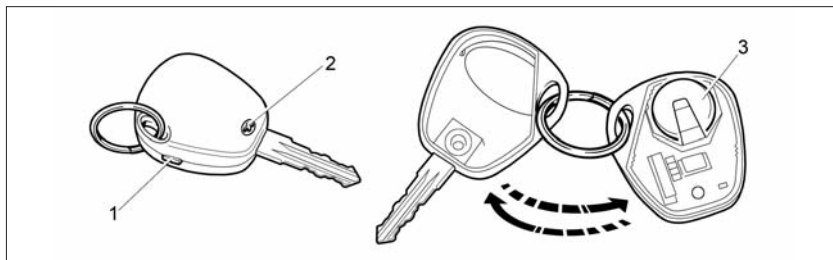

Рис. 55. Замена элемента питания пульта дистанционного управления
– выкрутите винт **2** (рис. 55) со стороны корпуса, противоположной кнопкам управления: